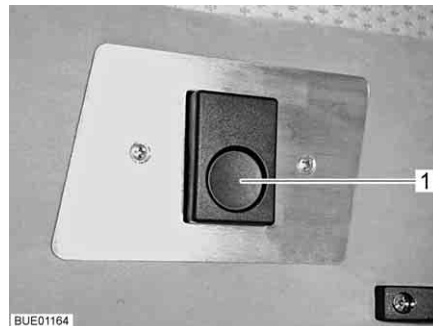
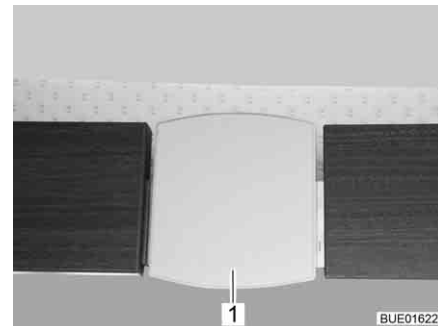

Fig. 126 Desbloqueo (Aviano)
Fig. 127 Desbloqueo (Viseo)
- Pulsar el botón de desbloqueo (Fig. 126, 1) o bien extraer la placa de desbloqueo (Fig. 127,1) abajo. Se ha soltado el bloqueo.